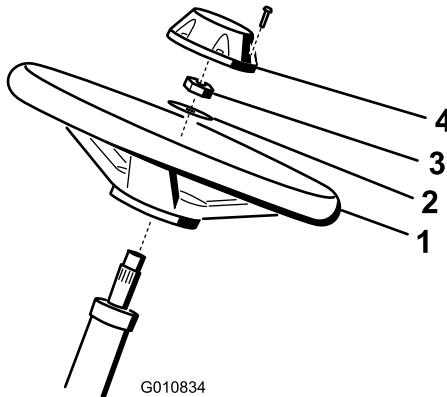

图4
1. 将方向盘滑入转向轴 (图4)。
2. 将垫圈滑入转向轴 (图4)。
3. 使用锁紧螺母将方向盘固定到转向轴上，旋紧至  $27\sim35N\cdot m$  (图4)。
4. 将中心盖安装到方向盘上，并用 6 个螺栓固定 (图4)。